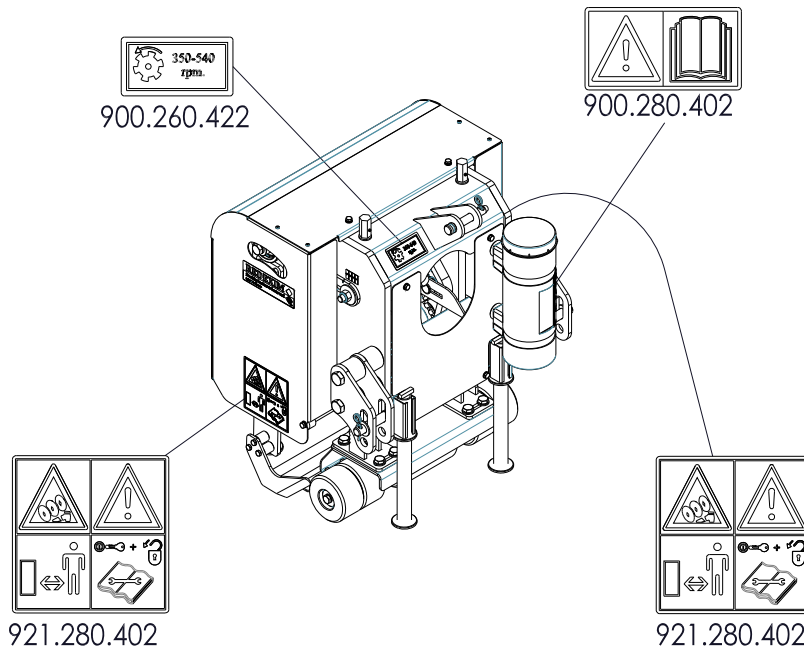

Fig. 5
Aan weerszijden van de Turf-Cutter is op het zijbord een veiligheidssticker (Fig. 5) met een gelijkkluidende betekenis aanwezig. Deze veiligheidssticker moet altijd goed zichtbaar en leesbaar zijn en moet, wanneer deze beschadigd is, worden vervangen.
(7) Plaatsing veiligheidsstickers. (Fig 5.)